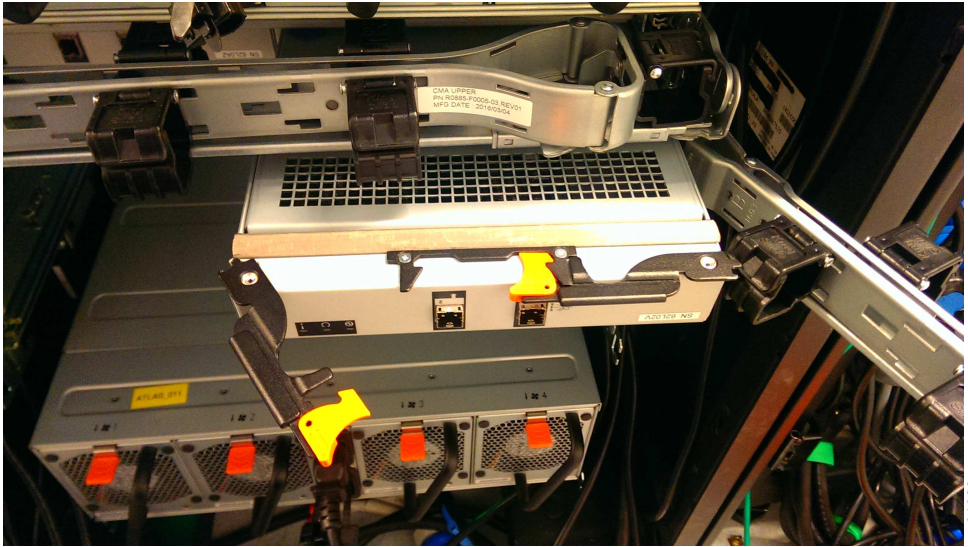

図 45. 拡張キャニスターの取り付け
1. 61 ページの図 45 に示すように、下段のケーブル・マネジメント・アームのひじを切り離し、邪魔にならないところに向きを変えます。
4. 拡張キャニスターが完全に挿入されたら、各ハンドルを内側に回転させて、所定の位置にロックします (図 45 を参照)。